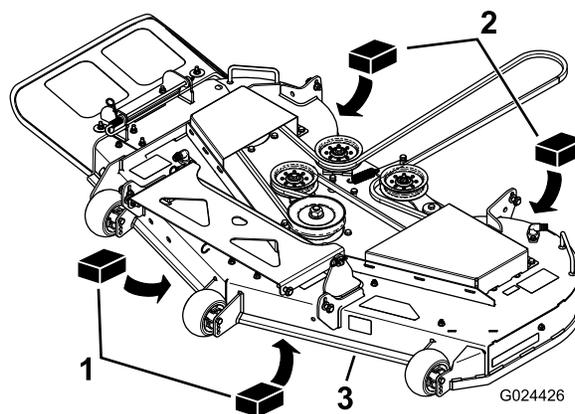

Figure 61
3. Placez deux cales de 6,6 cm (2⁵/₈ po) sous chaque côté du bord avant du tablier de coupe, mais pas sous les supports des galets anti-scalp (Figure 61).
4. Placez deux cales de 7,3 cm (2⁷/₈ po) sous le bord arrière de la jupe du tablier de coupe, une de chaque côté (Figure 61).